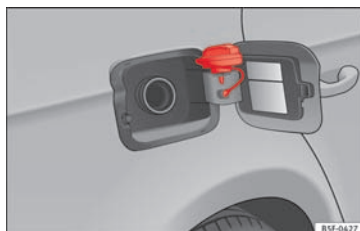

Fig. 59
- Placer dækslet i udskæringen, der befinder sig i hængslet på den åbne tankklap »» Fig. 59.